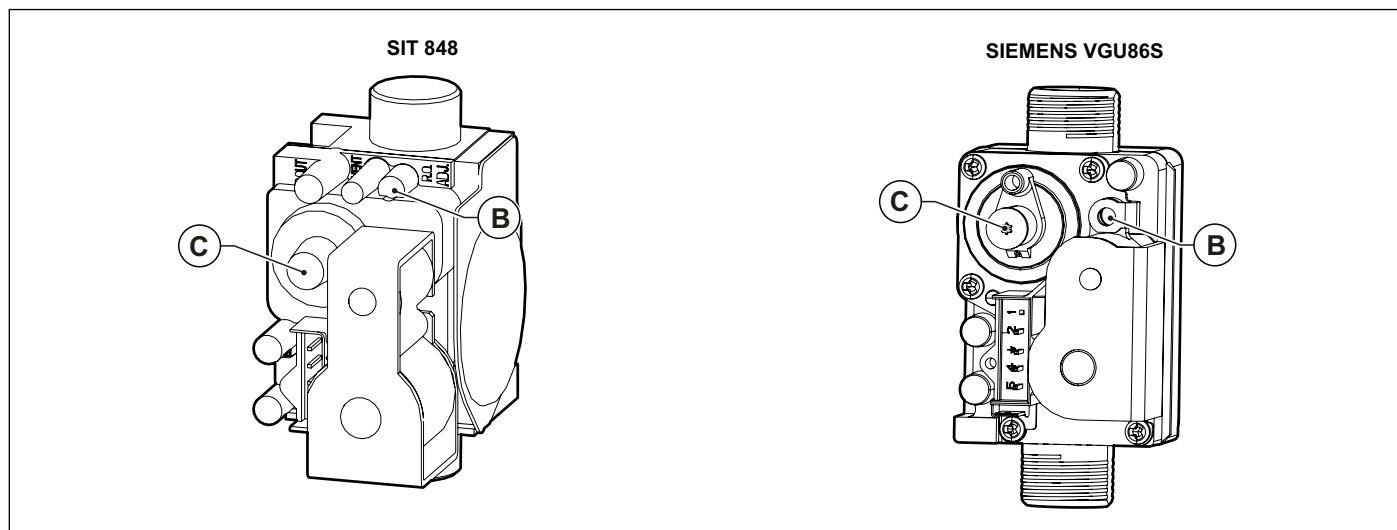

Fig. 36 Réglage de la vanne gaz
- Régler la valeur de l'anhydride carbonique (CO2) des fumées en tournant le régulateur de rapport **B** (voir Fig. 36 Réglage de la vanne gaz) et s'assurer qu'il est dans les limites de la Tab. 16 Valeurs de CO2 dans les fumées à la page 67. Laisser la chaudière en mode ramonage et passer à l'étape successive de réglage de la puissance minimum.
- Régler la valeur de l'anhydride carbonique (CO2) des fumées en tournant le régulateur de offset **C** (voir Fig. 36 Réglage de la vanne gaz) et s'assurer qu'il est dans les limites de la Tab. 16 Valeurs de CO2 dans les fumées.
- Tourner le régulateur de rapport **B** (voir Fig. 36 Réglage de la vanne gaz) pour ajuster la valeur de l'oxygène (O2) dans les fumées jusqu'à ce qu'elle ne se situe dans les limites de Tab. 18 Valeurs O2 dans les fumées.
- Vérifier que la valeur du monoxyde de carbone (CO) dans les fumées à la puissance maximale est inférieure à la limite de Tab. 18 Valeurs O2 dans les fumées.
- Tourner le dispositif de réglage offset **C** (voir Fig. 36 Réglage de la vanne gaz) pour ajuster la valeur de l'oxygène (O2) dans les fumées jusqu'à ce qu'elle ne se situe dans les limites de Tab. 18 Valeurs O2 dans les fumées.
- Vérifier que la valeur du monoxyde de carbone (CO) dans les fumées à la puissance minimale est inférieure à la limite de Tab. 18 Valeurs O2 dans les fumées.